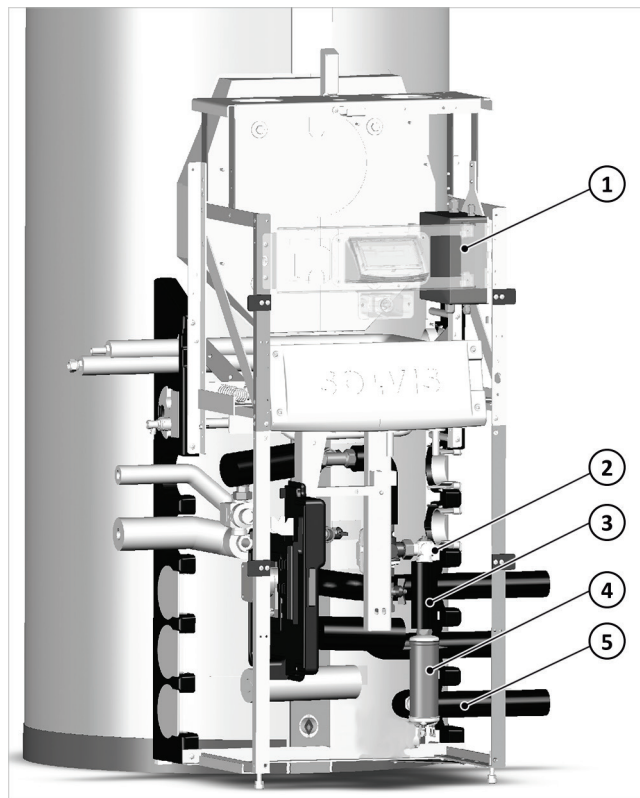

Fig. 19 : position des composants dans le module de charge
→ La fig. 19 présente la position du boîtier de raccordement et de la cartouche chauffante dans le module de charge. Les tuyaux de raccordement de l'aller de la pompe
1. Visser le boîtier de raccordement fourni en haut du module de charge, cf. → fig. 19 (1).